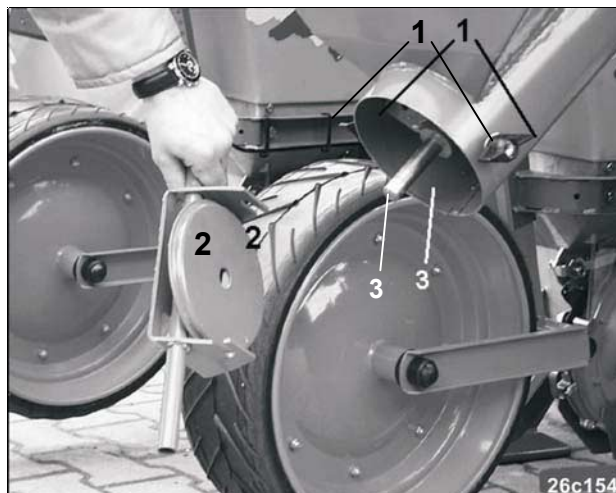

Рис. 156
- Снимите нижнюю крышку (Рис. 156/2):
- Открутите барашковые винты (Рис. 156/1)
- Поверните и снимите нижнюю крышку (Рис. 156/2)
Если необходимо, для чистки может сниматься также шнек (Рис. 156/3). Для этого: